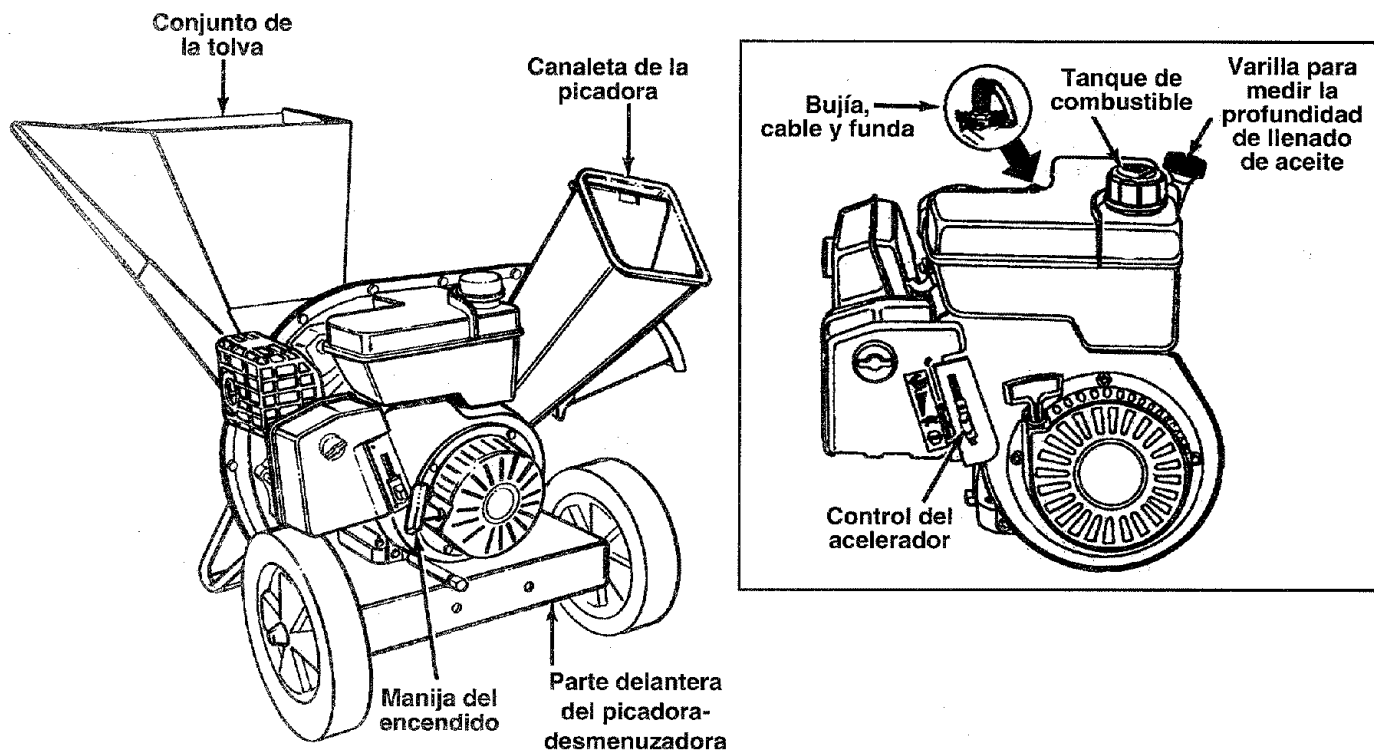

FIGURA 6.
**NOTA:** Para determinar los lados de mano derecha e izquierda de su picadora-desmenuzadora, colóquese detrás de la máquina con el motor alejado de usted. Ver la figura 6.
**BARRA DE DESENGANCHE** - Usada para desenganchar la tolva cuando se baja o sube. Vea la figura 6.
**MANIJA DEL ENCENDIDO** - Usada para encender manualmente el motor. Vea la figura 6.
- Mueva el acelerador a la posición STOP. Vea la figura 6.
- Desconecte el cable de la bujía y aléjelo de la misma para evitar un arranque accidental mientras el equipo no esté atendido. Vea la figura 6.